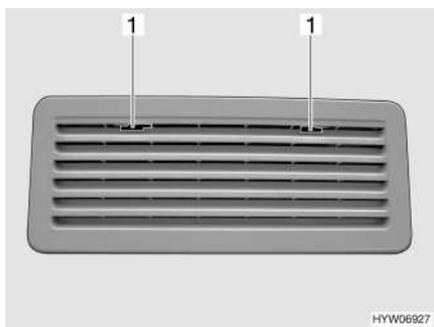
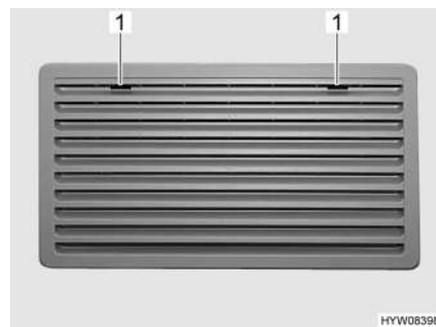

Fig. 73 Rejilla de ventilación del frigorífico (Thetford)
Fig. 74 Rejilla de ventilación del frigorífico, grande (Thetford)
- Deslizar el bloqueo (Fig. 73,1 ò Fig. 74,1) hacia el centro.